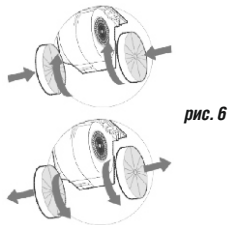
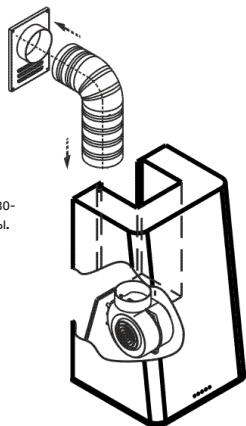

рис. 6
рис. 5
6.2 В зависимости от режима эксплуатации вытяжки соедините вентилятор с вентиляционной решеткой воздуховодом (рис. 5) или установите на вентилятор угольные фильтры. Угольные фильтры устанавливаются на защитные короба вентилятора (рис.6).